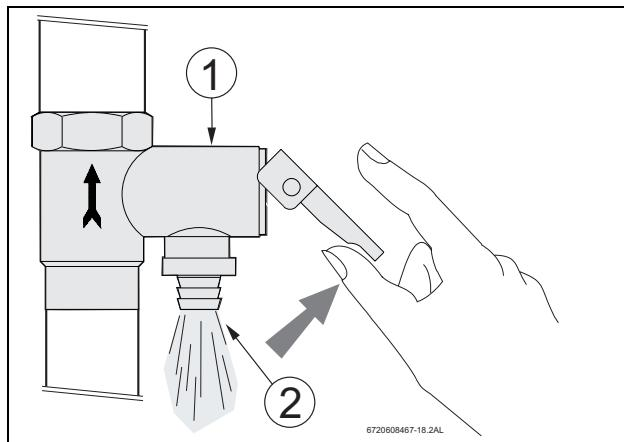

Fig. 30 Purga
- ▶ Active manualmente la válvula de sobrepresión por lo menos una vez al año (véase Fig. 30).